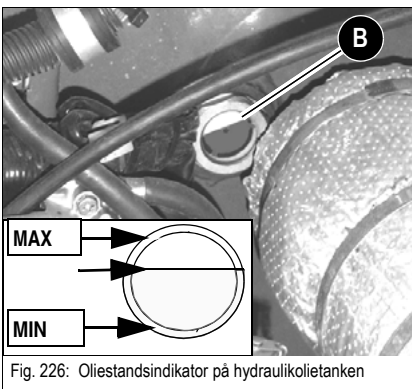

Fig. 226: Oliestandsindikator på hydraulikolietanken
- Olien skal stå ca. 1 cm (0.39") over midten mellem position **MIN** og **MAX**, som vist med pilen i fig. 226 .